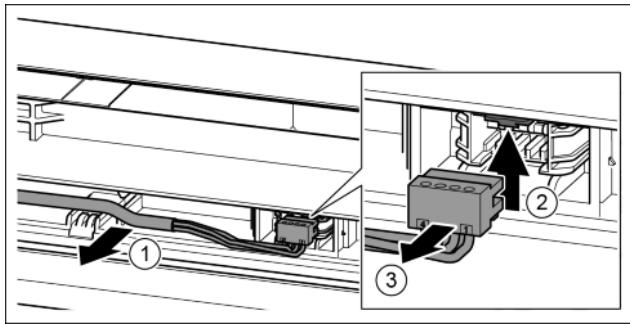

Fig. 19
- Осторожно высвободить серый кабель из направляющей в двери. *Fig. 19 (1)*
- Отжать соединительную накладку вверх. *Fig. 19 (2)*
- Осторожно извлечь штекер. *Fig. 19 (3)*